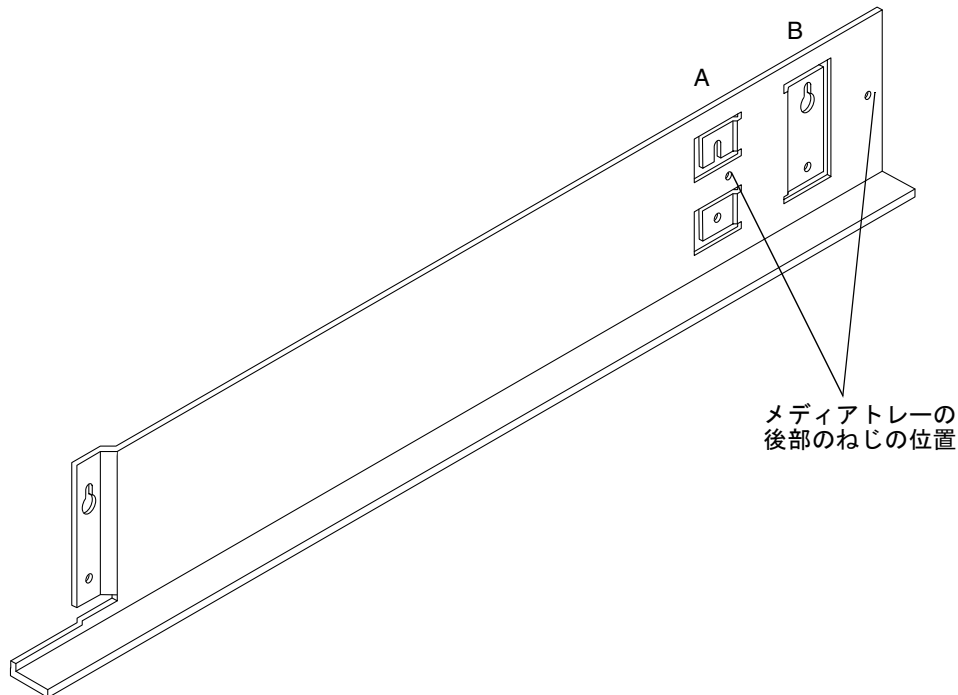

図 2-9 Sun Enterprise (A) および Sun StorEdge (B) キャビネットラック用の取り付け用レールの後方の穴
**注** – Sun Enterprise システムキャビネットに取り付け用レールを取り付ける場合は、凹んでいるフランジの鍵穴 (図 2-9 の A) をキャビネットの後部に合わせます。
**注** – Sun StorEdge 拡張キャビネットに取り付け用レールを取り付ける場合は、凹んでいるフランジの後方にある鍵穴 (図 2-9 の B) をキャビネットの後部に合わせます。